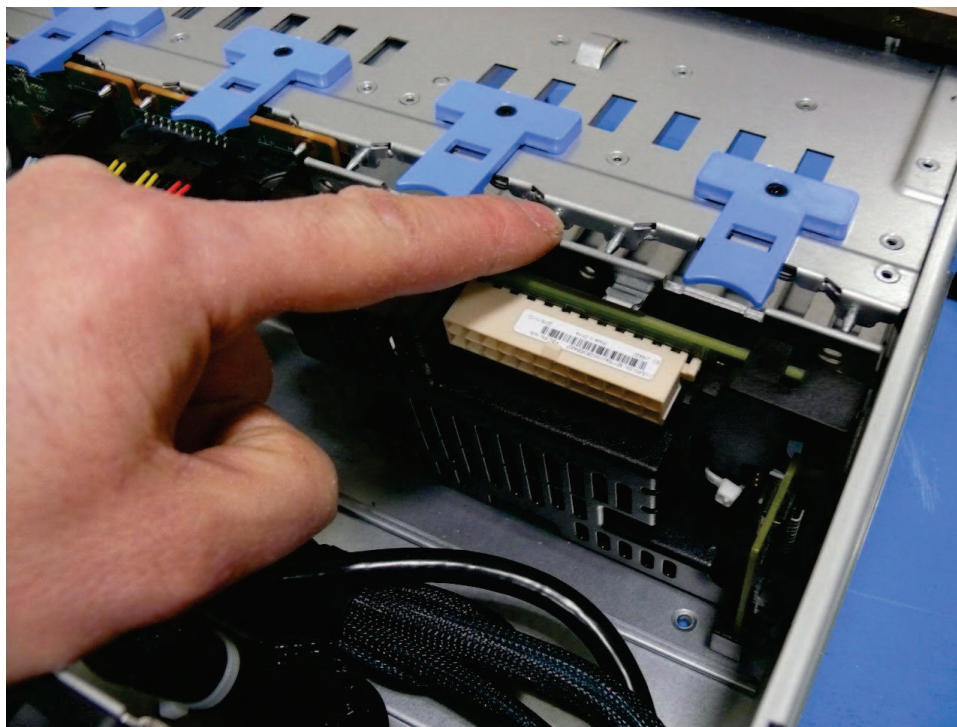

図 98. 2145-SV1 バッテリー・バックプレーンの取り外し
1. 122 ページの図 98 に示すように、青色のロック・タブを上げて、バッテリー・バックプレーンを少し後方に引きます。次に、シャーシからバッテリー・バックプレーンを持ち上げます。